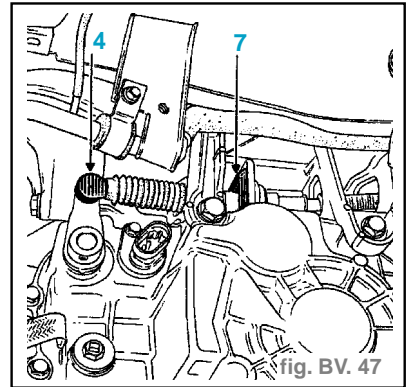

fig. BV. 47
avoir accès à l'agrafe (7) du câble de sélection des rapports (4), (fig. BV. 47)
- Retirer l'agrafe (7).